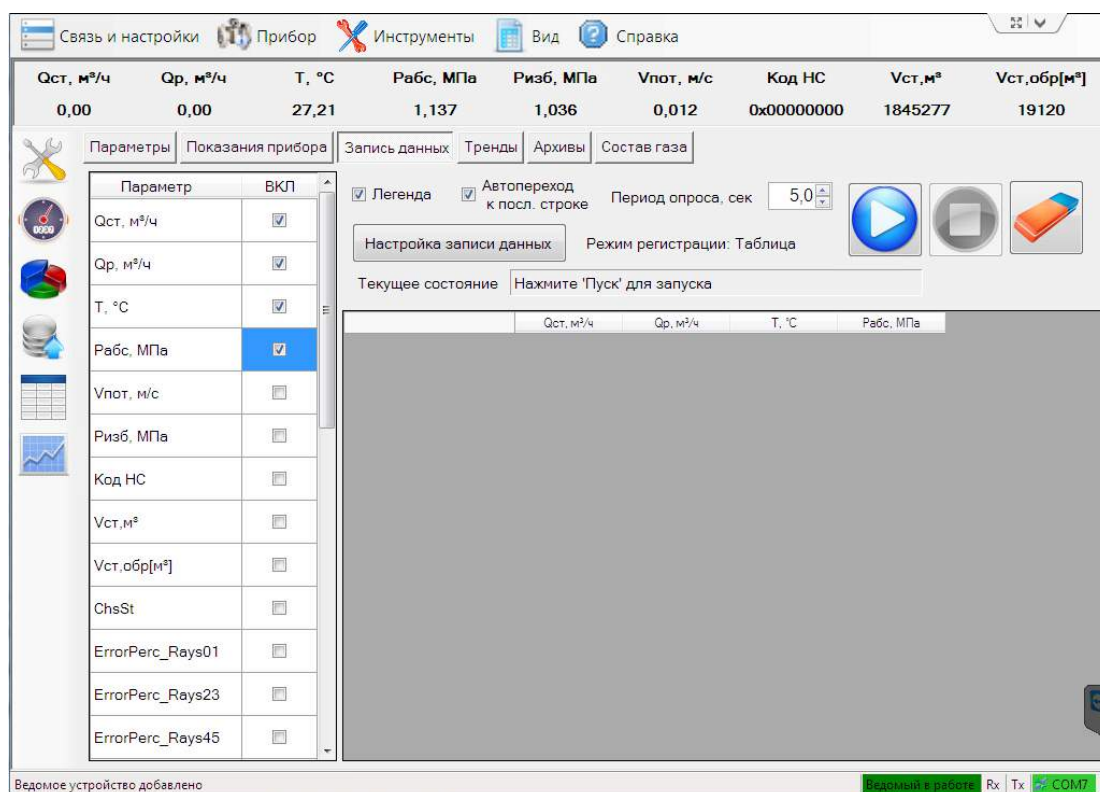

Рисунок 2.19
2.6.5 Вкладка «Запись данных» предназначена для периодического чтения показаний расходомера, записи и хранения (в течение заданного времени) считанных значений в память ППК (рисунок 2.19).